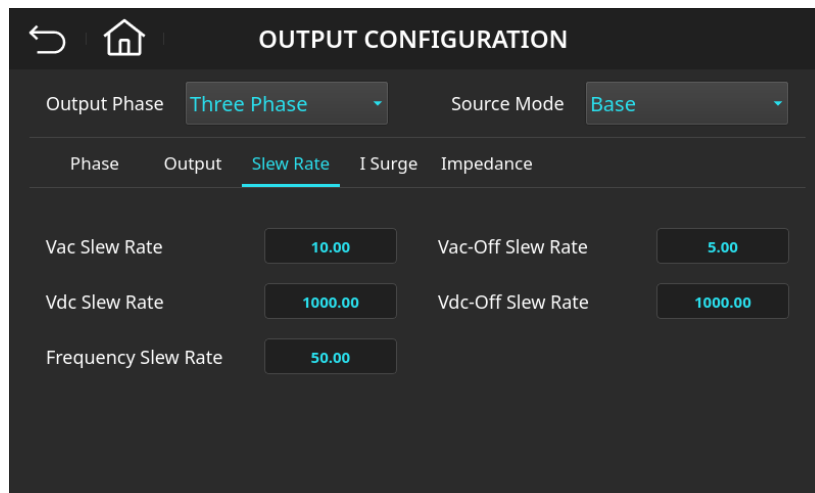

图 4-42 输出变化率(Slew Rate)设定页面
7. 输入 **5**, **0**后按下 **Enter** 键，数值变更成” 50.00 ”，如图 4-42 所示。